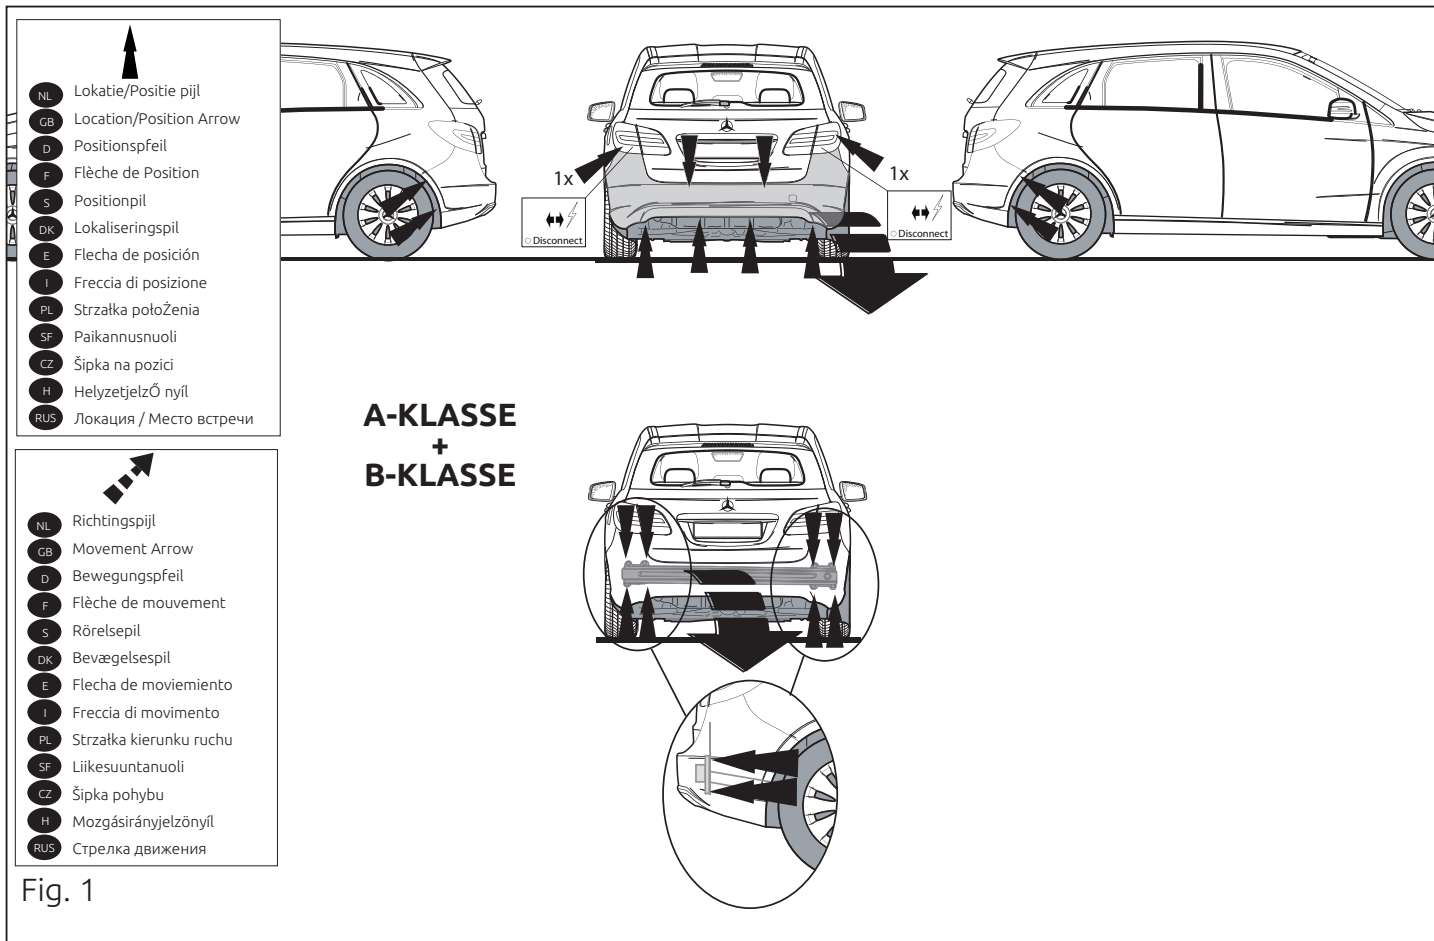

Fig. 1
1. Снять оба блока задних фар. Снять бампер (см. рис. 1).
4. Снять бампер вместе со стальным буферным брусом автомобиля; буферный брус больше не понадобится (см. рис. 1).